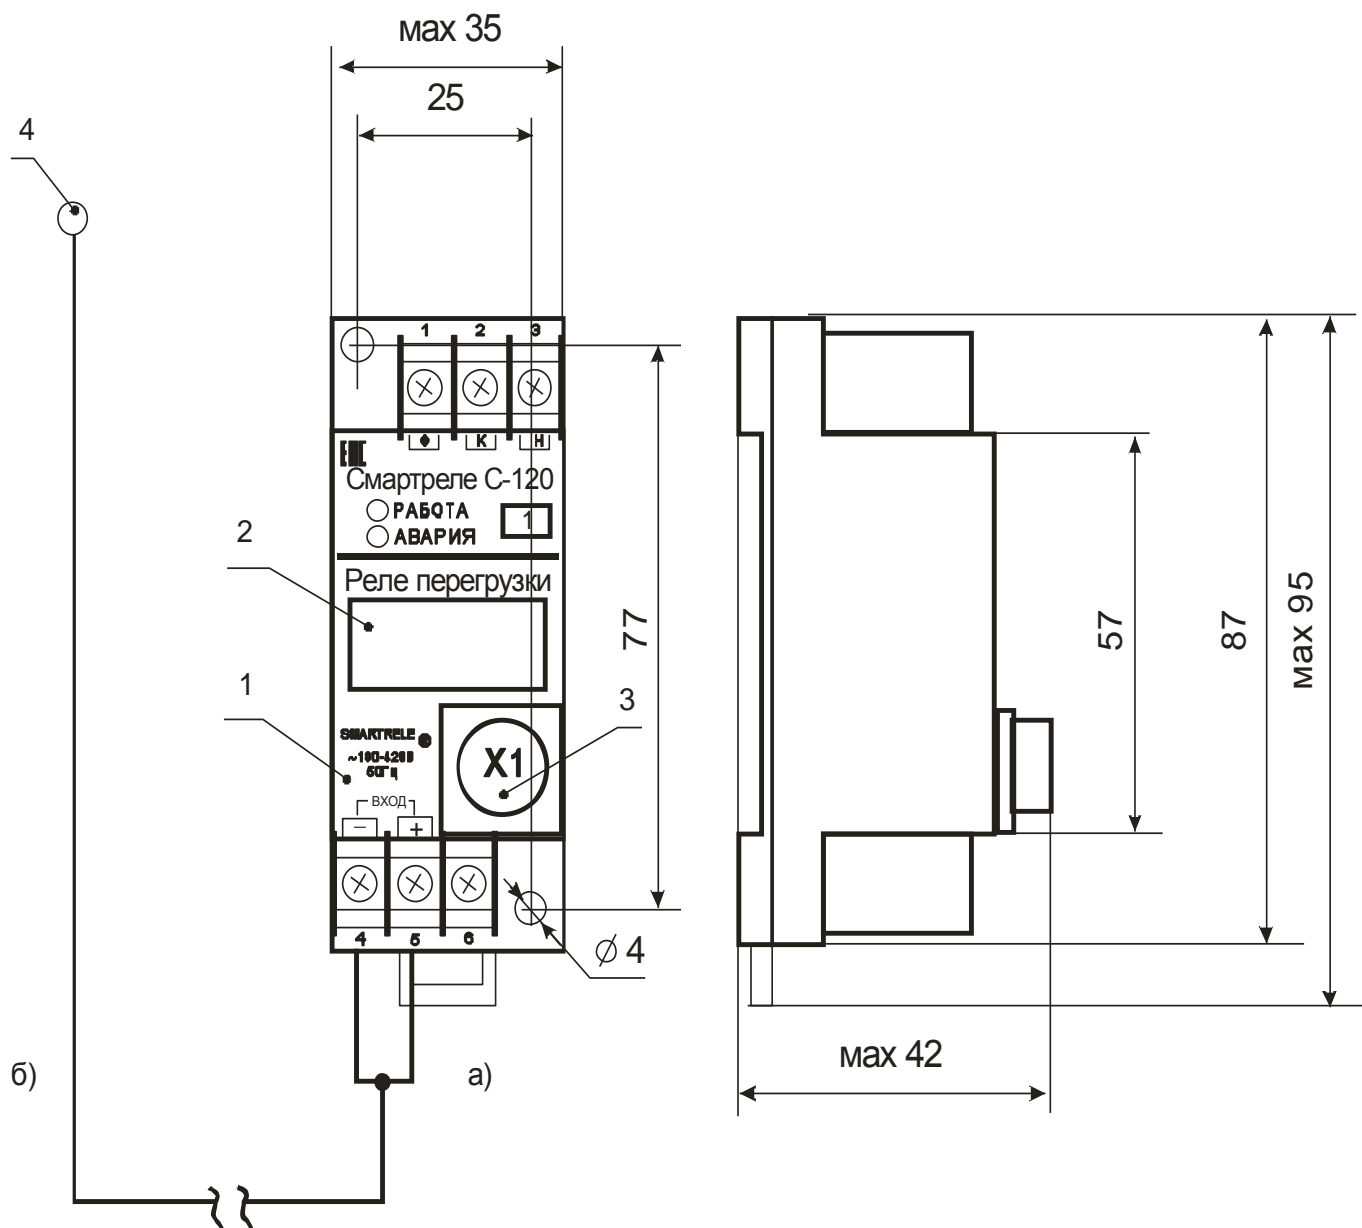

Рисунок 1 – внешний вид, габаритные и установочные размеры СМАРТРЕЛЕ С-120/1
5.1 Внешний вид, габаритные и установочные размеры реле модификации Смартреле С-120/1 показан на рис.1.